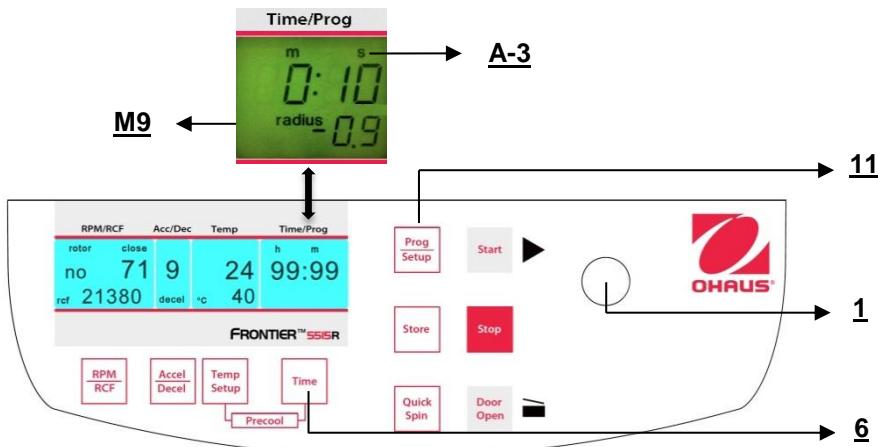

Figura 21.
Chiudere il coperchio, quindi premere allo stesso tempo il tasto **"Time"** (6) (fare riferimento alla figura 21) e il tasto **"Prog/Setup"** (11).